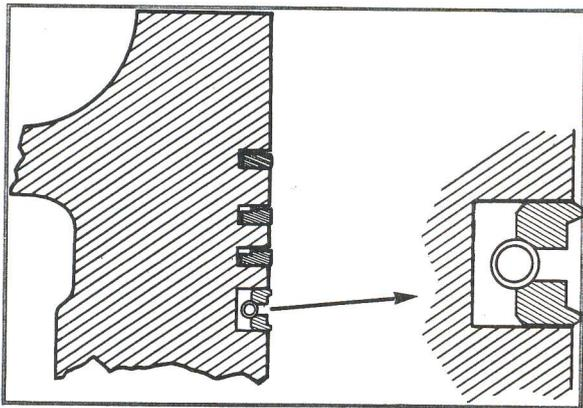

Fig. H5 — Segmentation 4.236 - Application moissonneuse-batteuse.
- Segment râcleur chromé (4, fig. H5) se monte dans la 4^e gorge
- Segment avec dégagement intérieur (3, fig. H5) Troisième gorge
- Segment avec dégagement intérieur (2, fig. H5) Deuxième gorge